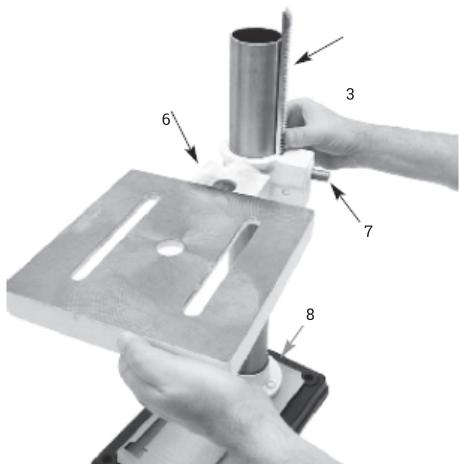

Рис. 3. Установка кронштейна стола в сборе на стойку
Вставить зубчатую рейку в кронштейн стола. Она должна войти в его паз так, чтобы зубья рейки вошли в зацепление с шестерней в кронштейне. Надеть кронштейн в сборе с рейкой на стойку. Нижний конец зубчатой рейки должен войти в скошенный паз фланца (8) на стойке (рис. 3).